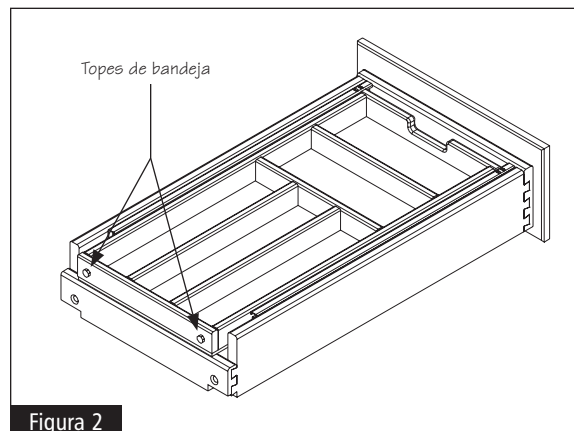

Figura 2
- 3** Una dos (2) topes de bandeja a la parte posterior de la bandeja deslizante (consulte la figura 2).